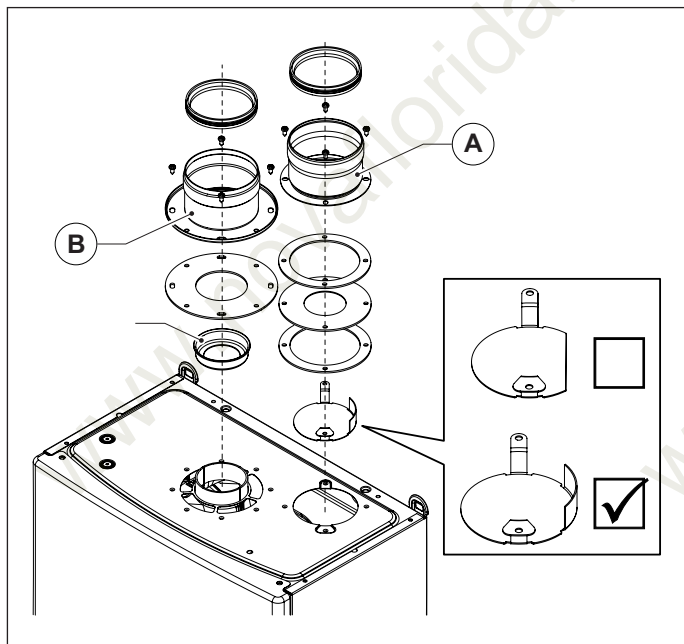

Рис. 8 Комплект для раздвоения OSDOPPIA13
- Смонтируйте соответствующий дефлектор воздуха (смотри Рис. 8 Комплект для раздвоения 0SDOPPIA13).